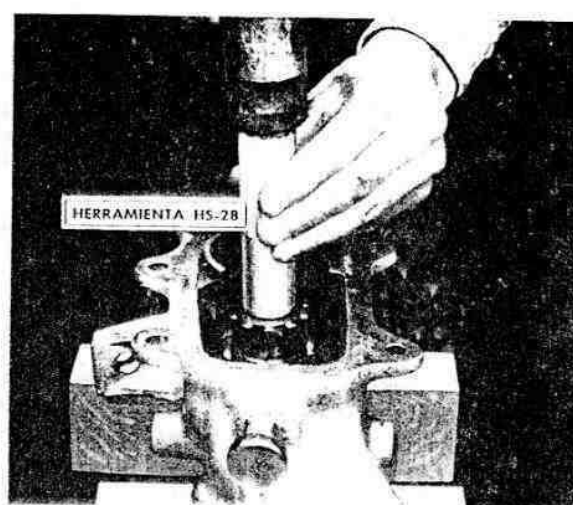

Fig. 160. — Instalando el eje de salida delantero, con el manguito de la herramienta HS-28.
- c) Con el manguito de la herramienta vista en la figura y un martillo, colocar a fondo el eje de salida delantero que entrará a presión en el cojinete (Fig. 160).